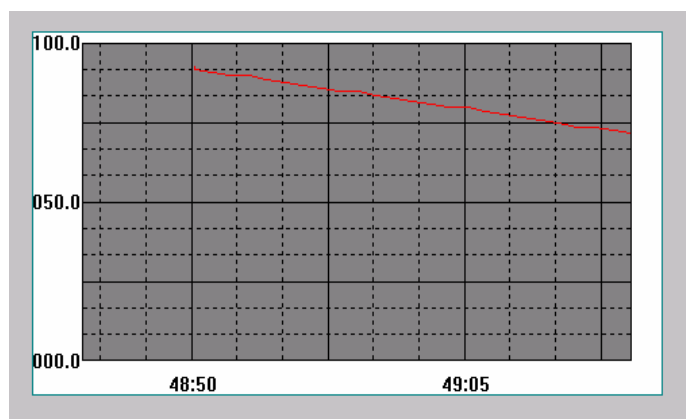

图 6-4
- 6、单击“文件”菜单中的“切换到 VIEW”命令，进入运行系统，通过运行界面中“画面”菜单中的“打开”命令将“实时趋势曲线画面”打开后可看到连接变量的实时趋势曲线，如图 6-4 所示：